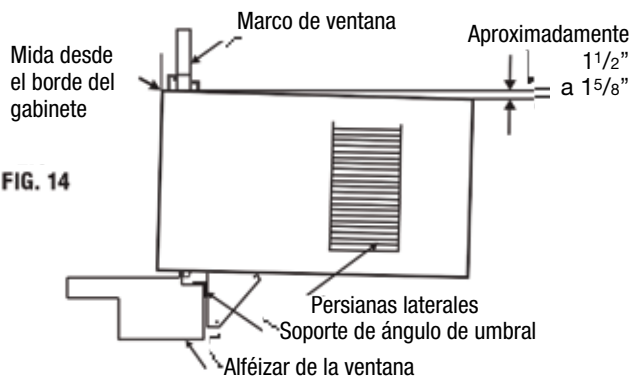

FIG. 14
**NOTA:** Compruebe que el aire acondicionado esté inclinado hacia atrás alrededor de  $1\frac{1}{2}^{\circ}$  a  $1\frac{5}{8}^{\circ}$  (inclinado aproximadamente  $3^{\circ}$  a  $4^{\circ}$  hacia abajo, hacia el exterior). Si, después de una instalación adecuada, la condensación no se drena por el orificio de drenaje de desbordamiento durante el uso normal, ajuste la pendiente. (Fig 14)